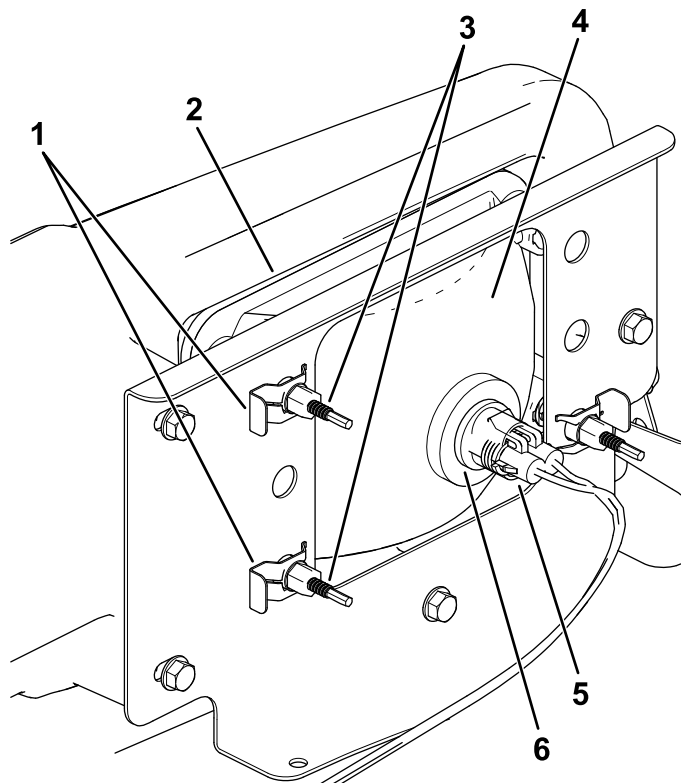

図 51
3. ランプアセンブリのコネクタから、ハーネス用のコネクタを外す 図 51。
4. ヘッドライトをヘッドライトブラケットに固定しているスピードクリップを外す 図 51。
5. ヘッドライトアセンブリ全体を前に押し出して、前バンパーから外す 図 51。
6. 取り付け穴に新しいヘッドライトを取り付ける 図 51。
8. ハーネス用のコネクタを、新しいランプアセンブリのコネクタに接続する 図 51。
5. ヘッドライトアセンブリの裏側部分にある調整ねじ 図 51を回してヘッドライトアセンブリの角度を変えてビームの方向を調整する。